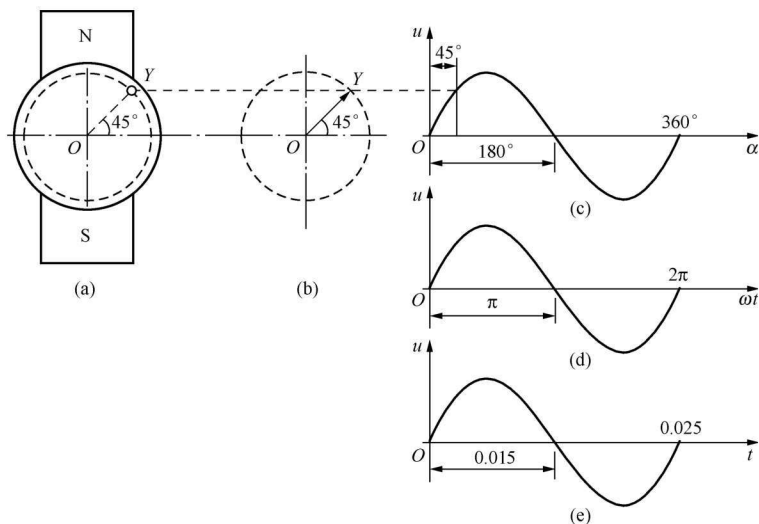

图 1-2 交流电的波形和向(矢)量图
电压表指到 $U=220\text{V}$ 。用示波器测量的波形,如图 1-2(c)。根据实测的数据,可验证以下公式
直流电的大小和方向是固定的;而交流电的大小在不停地变化,方向也在不停地变化。这是它们的根本区别,也是交流电比直流电复杂、难学的原因。为了便于分析和计算,用旋转矢量(或旋转向量)来表示交流电的物理特性。图 1-2 (a) 是交流发电机的示意图,从物理和三角函数中,电枢上的导线在磁
极下，逆时针旋转一周，感应的电压就是正弦波。在图 1-2 (b) 中的半径 OY 逆时针旋转一周，在纵坐标上的投影值，对应不同角度的投影值，两者的函数关系，也是正弦波，在 45° 的位置，三者的数值都是 219.8V 。用“旋转矢量” OY 来代表发电机的电压，旋转矢量 OY 的长度等于电压的幅值 311V ，逆时针旋转的速度等于发电机的转速，如这里 $n=3000\text{r/min}$ 。知道了单相交流发电机的“旋转矢量”后，就可作出三相交流发电机的“旋转矢量”。如发电机为绕组 D 接线、 $220\text{V}/380\text{V}$ 的三相发电机。
(1) 电气角度。用 α 表示，如图 1-2 (c) 中所示。“电气角度”跟“几何角度”有本质的区别。
(2) 弧度。用 ωt 表示，如图 1-2 (d) 中所示，弧度对照角度为 π 弧度 = 180° 。但在交流电中有“电角速度”或“角频率”的物理量，即
(3) 时间。用 t 表示，如图 1-2 (e)。试验用两极发电机，每秒旋转 50 周 ($3000/60=50$)，频率 $f=50\text{Hz}$ 。一个周期（发电机转一周）的时间 T 为 $1/50=0.02\text{s}$ 。